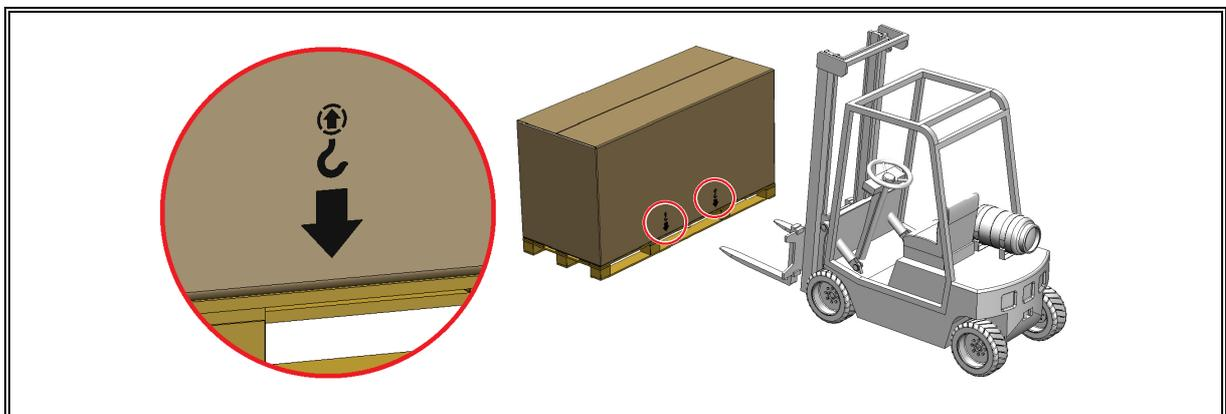

Fig. 3-1 Elevación DT-500
Para un transporte correcto, la máquina DT-500 (A) ha de transportarse como se indica en la fig. 3-1. Las horquillas tienen que estar introducidas bajo la paleta de la base, en correspondencia con las flechas, tal y como se señala en la figura 3-1; preste atención al equilibrado correcto de la máquina durante la elevación y el transporte.